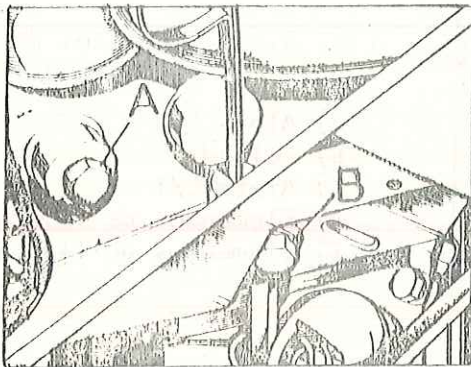

Fig. Q1-6 Tapones de vaciado
- 1.4. Quitar el tapón del radiador y vaciar el refrigerante, desmontando el tapón, A (Fig. Q1-6) del bloque y el tapón de drenaje, B, del radiador.